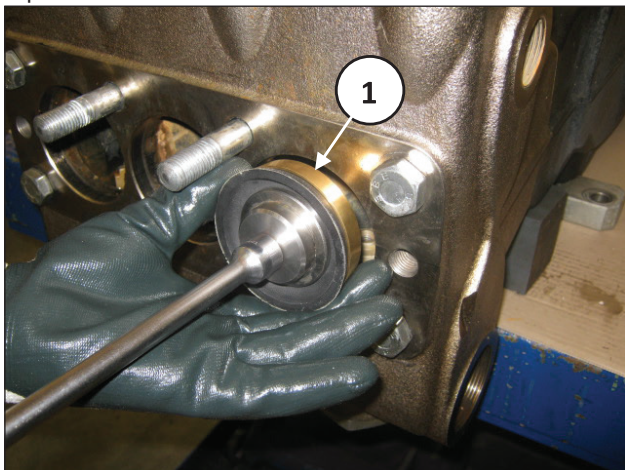

Fig. 135
Aiutandosi con la chiave a T, inserire il pacco guarnizione pistone all'interno del cilindro (pos. ①, Fig. 135) con il gruppo distanziale pistone al PMS, prestando attenzione a non danneggiare il labbro di tenuta.